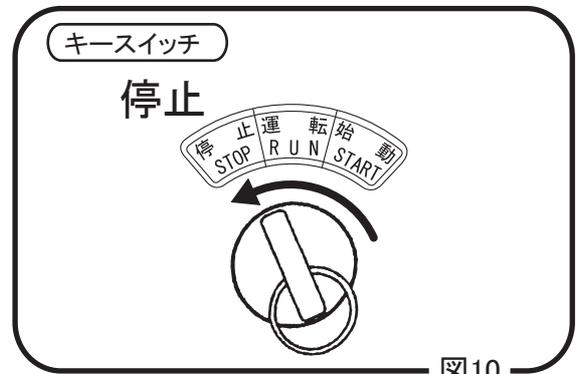

図10
- 2 エンジンが停止するとブザーが鳴ります。キースイッチをI(運転)からO(停止)に戻すとブザーが停止します。(図10)